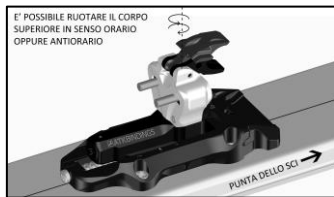

FIGURA 11
- Posizionare la talloniera in una delle configurazioni illustrate in **FIGURA 11** ruotandone manualmente il corpo superiore o lo sportellino-alzatacco.